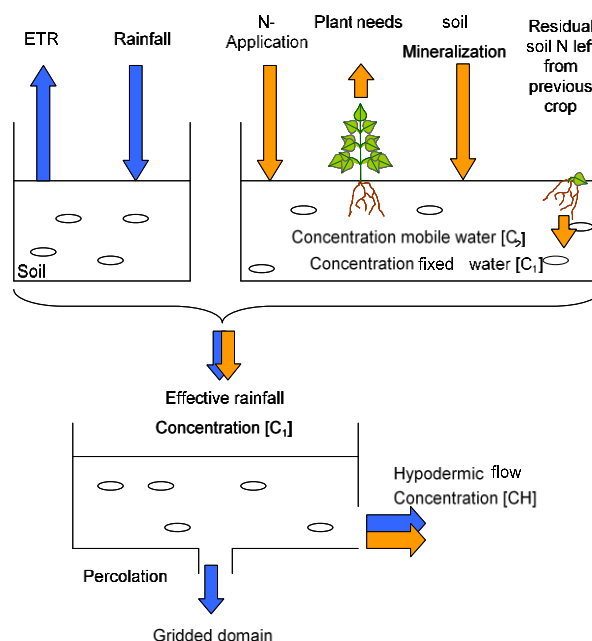

Figure 105 – Bilan de nitrate avec le module BICHE dans les réservoirs d'un module GARDÉNIA, pour une zone de culture.
- Le bilan de nitrate est réalisé dans les réservoirs d'un module GARDÉNIA (Figure 105) (Nombre de couches pour le bilan de nitrate = 0)